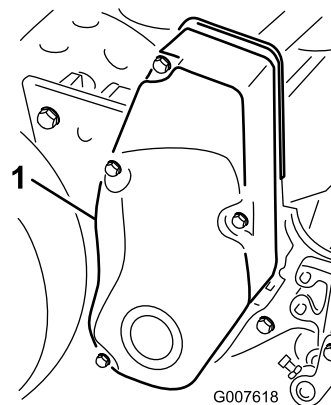

図 41
1. ベルトカバー取り付けねじを外してカバーを取り、ベルトを露出させる 図 41。